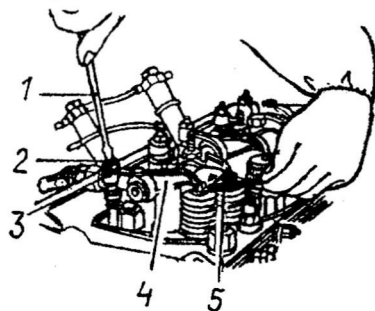

Рис. 47. Регулировка зазора между клапанами и коромыслами: 1 — отвертка; 2 — регулировочный винт; 3 — контргайка; 4 — коромысло; 5 — щуп.
**Регулирование зазоров.** Для регулирования отвертывают контргайку 3 (рис. 47) регулировочного винта 2 и с помощью отвертки 1, поворачивая винт, по щупу 5 устанавливают зазор 0,3 мм (для впускного и выпускного) клапанов. После регулирования затягивают контргайку и, не вынимая щупа, проверяют легкость вращения штанги. Регулирование проводят в последовательности, соответствующей порядку работы цилиндров 1-3-4-2. Коленчатый вал проворачивают по часовой